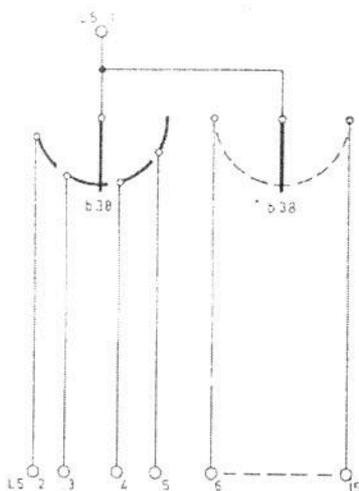

Bild 14
a) Kontaktbahn für dekadische Lampentafel (dekadischer Geber), Bild 14